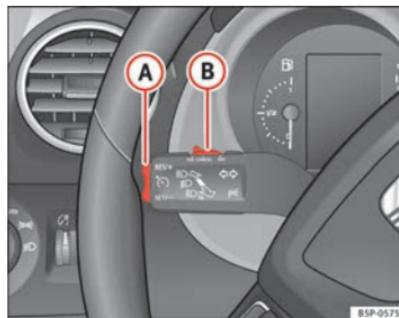

Abb. 148 Blinker- und Fernlichthebel: Schalter und Wippe für die Geschwindigkeitsregelanlage
- Drücken Sie den unteren Teil der Wippe **SET/-** ⇒ Abb. 148 (A) einmal kurz, wenn die zu speichernde Geschwindigkeit erreicht worden ist.